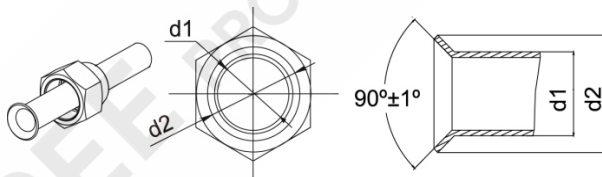

Fig. 8
- (1). Corte a tubagem de ligação com o corta-tubos e remova as rebarbas.
- (2). Segure a tubagem virada para baixo para evitar que as aparas entrem na tubagem.
- (3). Remova as porcas de alargamento na válvula de paragem do equipamento interior e dentro do saco de acessórios do equipamento interior. Em seguida, insira na tubagem de ligação, alargando depois a tubagem de ligação com um abocardador.
- (4). Verifique se a parte alargada está distribuída uniformemente e se não existem fendas (consulte a Fig. 8).